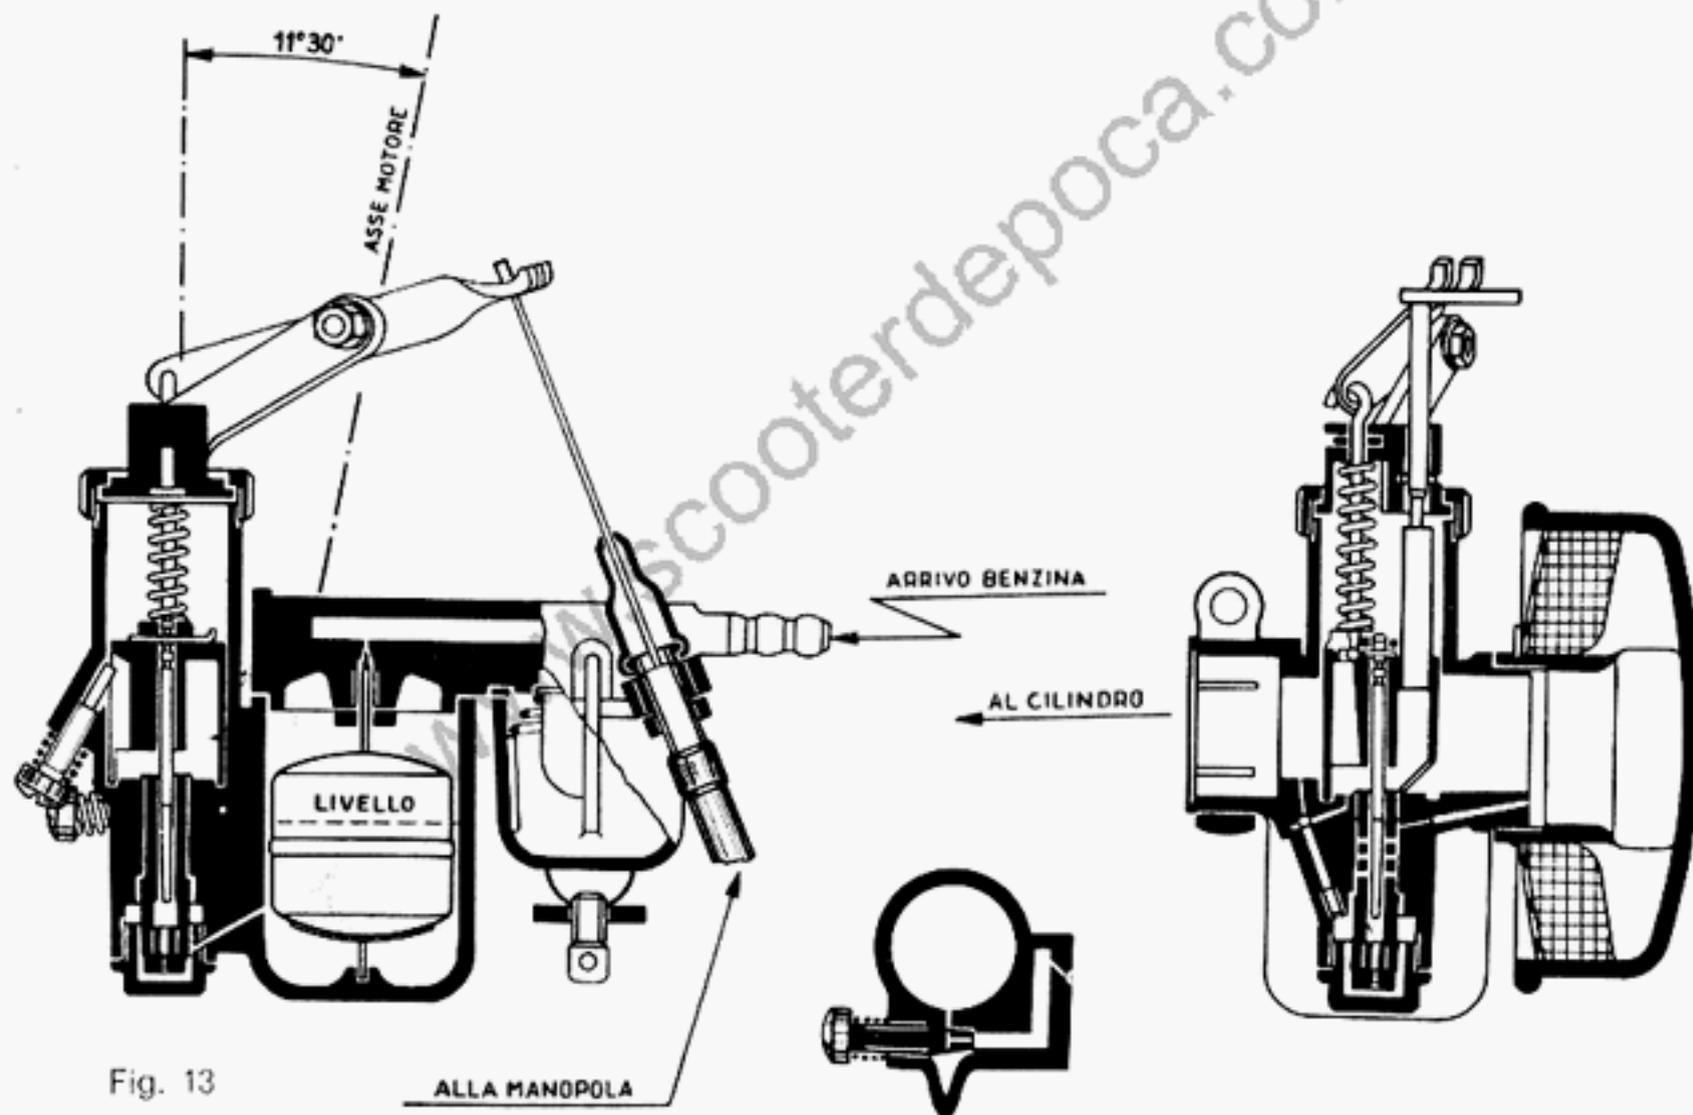

Fig. 13
Durante la rotazione dell'induttore (fig. 13) il flusso magnetico prodotto dalle calamite (4) attraversa il nucleo di ferro dell'indotto (5) successivamente nei due sensi e con diverse intensità a seconda della posizione che questo assume rispetto alle espansioni polari (3) delle calamite: **all'istante di ogni inversione di senso del flusso si ha la massima variazione** la quale è facilmente avvertibile facendo ruotare a mano il volano e rilevando una subitanea e forte resistenza alla rotazione detta comunemente "strappo". Le inversioni di senso del flusso si verificano quattro volte per ogni giro dell'induttore; però, per ragioni costruttive, una sola è sfruttata per la generazione della scintilla.